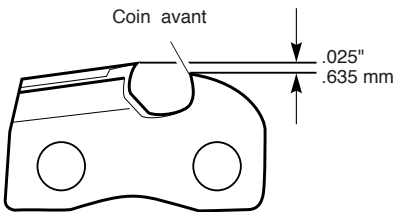

Figure 26 - Arrondir le coin avant du limiteur de profondeur
3. Retirer l'outil. Avec la lime plate, arrondir le coin avant du limiteur de profondeur. (voir la Figure 26, à la page 68.)